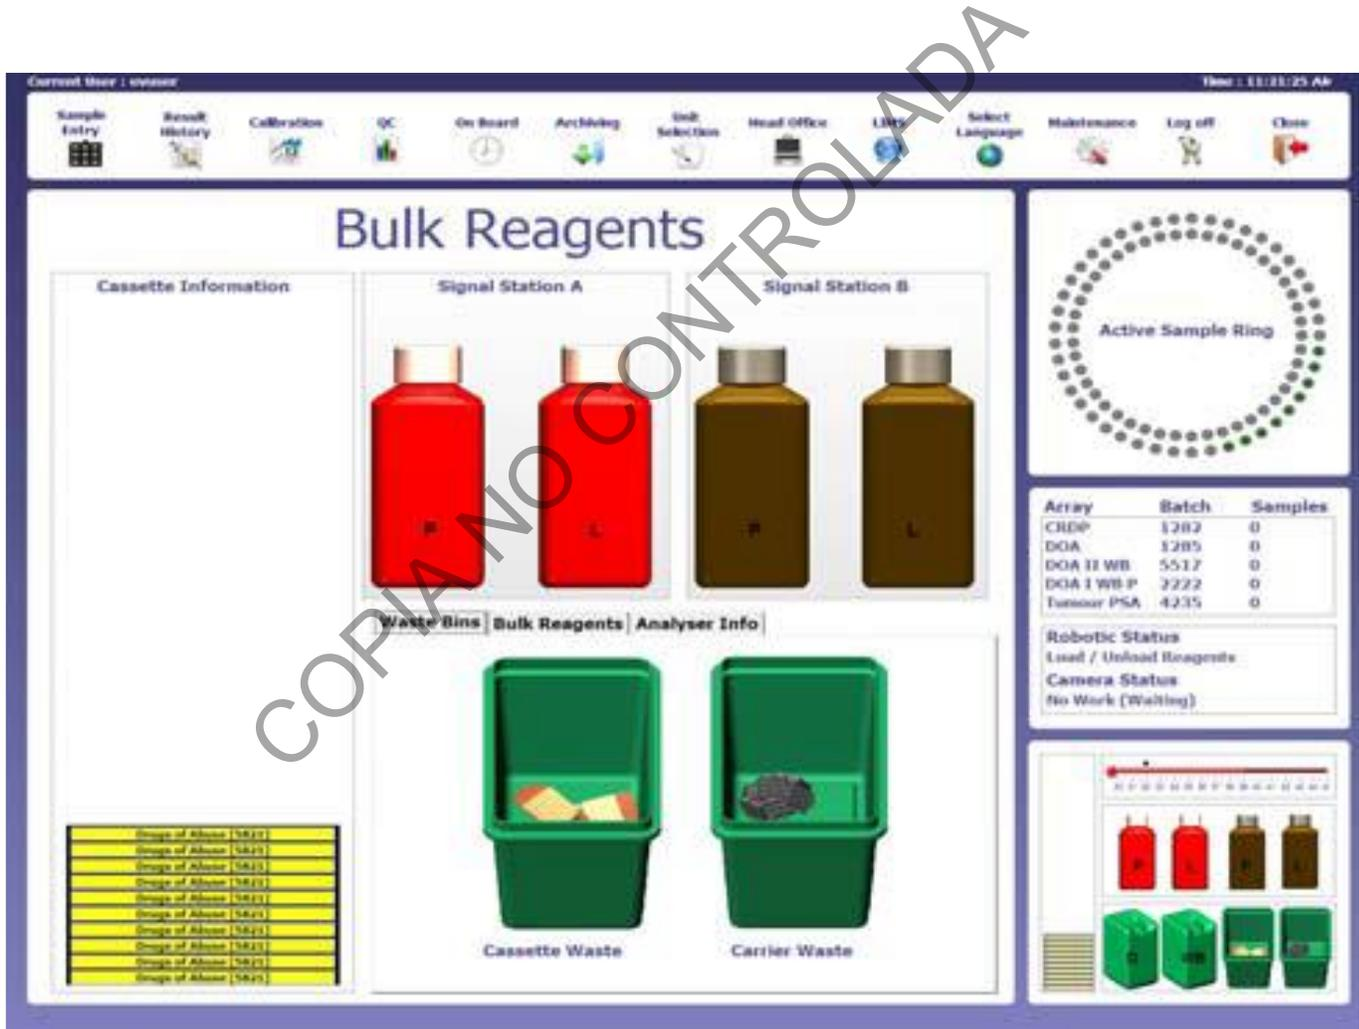

Figura 1.9
7.1.19 Compruebe la cantidad de reactivo de señal, haga clic en la imagen del reactivo y verifique por código de color el volumen de dichos reactivos (ver figura 1.9).